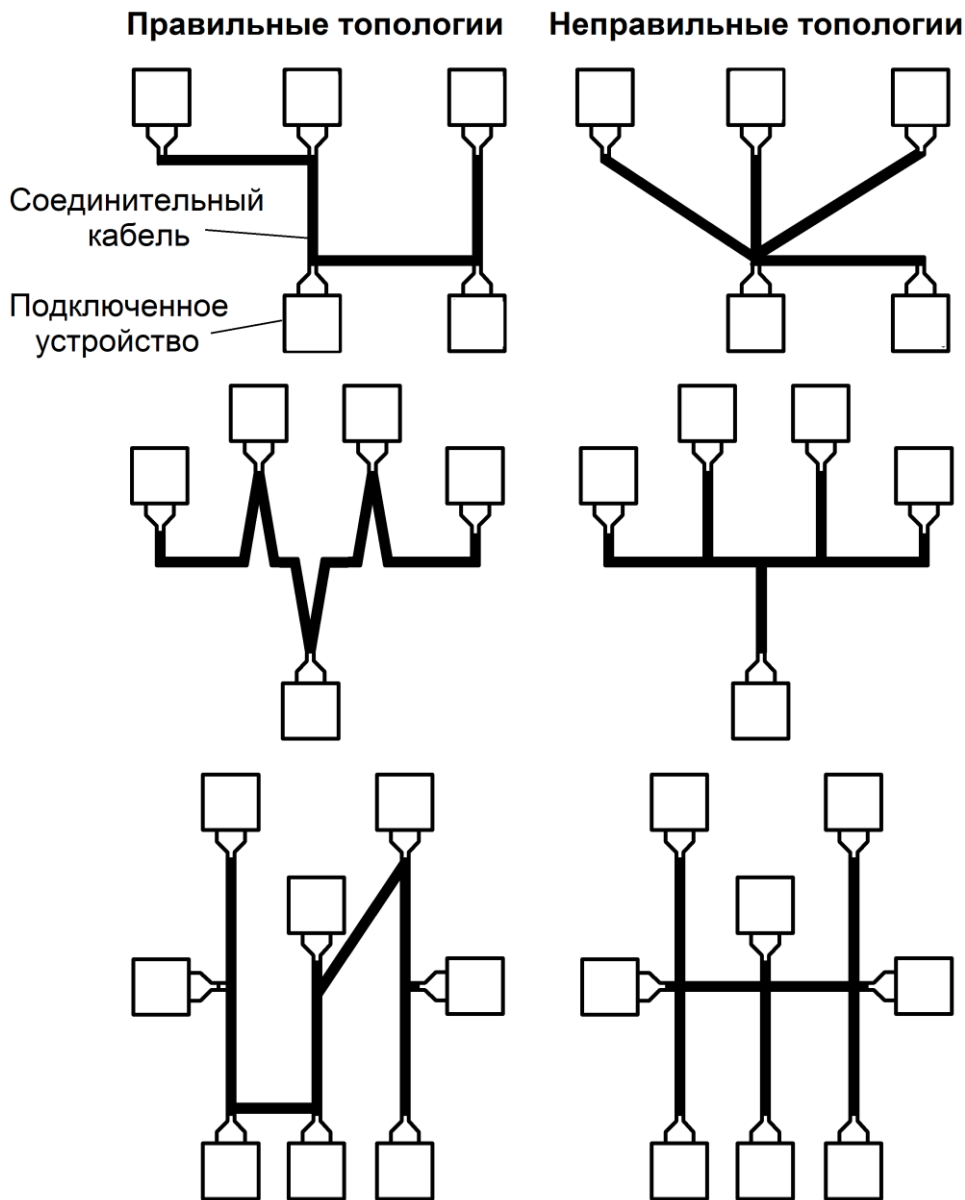

Рисунок 3 – Примеры правильных и неправильных топологий сети RS-485
1. Сеть должна иметь топологию «общая шина», ответвления от соединяющего кабеля к устройствам следует делать как можно короче (см. рис. 3).